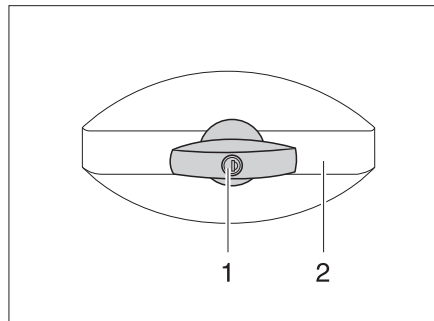

Bild 30 Lucklås, ellipsformat, låst
- Stick in nyckeln i låscylindern (Bild 30,1) och vrid ett kvarts varv moturs. Låshandtaget (Bild 30,2) hakar loss.